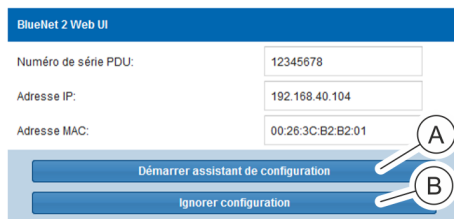

Fig. 53: Fenêtre « BlueNet 2 Web UI »
**i** *Cette fenêtre contient le numéro de série de la PDU, l'adresse IP et l'adresse MAC. Dans le menu de sélection, il est possible de démarrer l'assistant de configuration (Voir la Fig. 53/Ⓐ) ou d'ignorer une configuration (Voir la Fig. 53/Ⓑ).*
Démarrer l'assistant de configuration en appuyant sur le bouton « Démarrer assistant de configuration » (Voir la Fig. 53/Ⓐ).